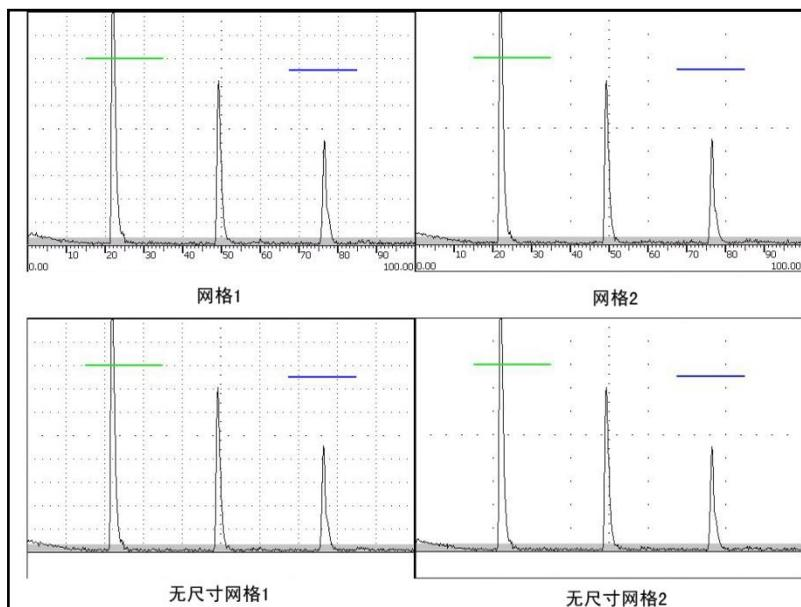

图 3.23 网格设置界面效果
- 1) **网格:** 设置测量界面 A 扫描背景界面上的网格，4 种设定显示效果如图 3.23。